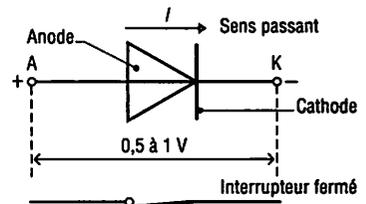

Fig. 2 : Diode en sens inverse.
b) Sens inverse (ou sens bloqué) (fig. 2)